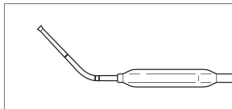

Figure 8 : Courbure pour la trompe d'Eustache
- Trompes d'Eustache :** Lors du traitement des trompes d'Eustache, une courbure d'environ 45° au niveau du repère de 2 cm (Figure 8) est conseillée.